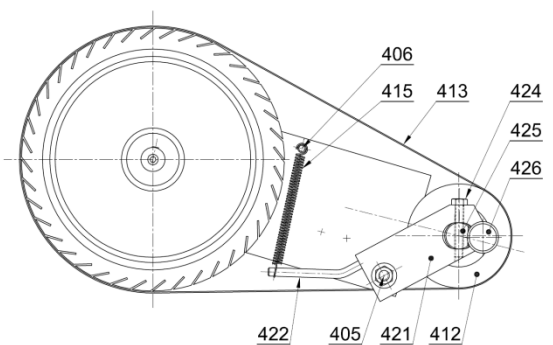
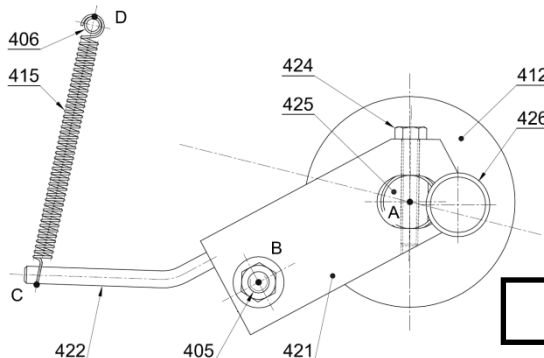

Fig. 1
Fig. 2
- l'étude se fera dans le plan et la position de la fig.1 et fig. 2
- La force de traction du ressort est appliquée au point D (voir la fig. 2).